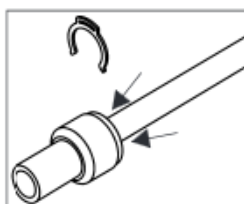

Fig. 2
2. Apăsați pe bucata de plastic din conector (fig.2)
2. Apasați pe conector și scoateți furtunul (fig.2)